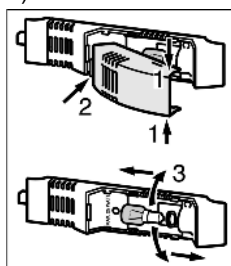

Fig. 17
- ▶ Saisir la protection d'ampoule en haut et en bas *Fig. 17 (1)*.
- ▶ Déclipser à l'arrière et détacher la protection d'ampoule *Fig. 17 (2)*.
- ▶ Remplacer la lampe *Fig. 17 (3)*.